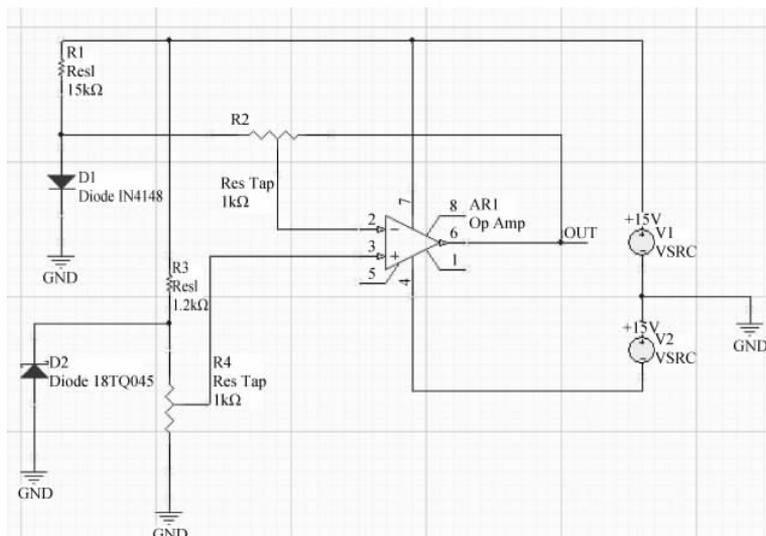

图 3-75 修改电路元器件参数
(6) 如图 3-75 所示,将 V1 和 V2 设置为 +15V,其他元器件参数按图中设置。
(7) 为了方便对仿真结果的分析,如图 3-75 所示,在放大器的输出端放置名字为 OUT 的网络标号。
(8) 保存设计文件,将其保存到 temperature_analysis 目录下。